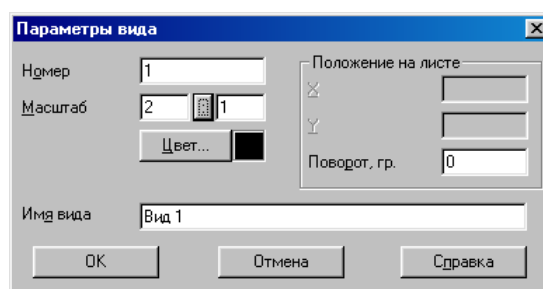

Рис. 76
4. Лист чертежа в Компасе может быть скомпонован из нескольких видов с различным масштабом. При создании нового листа в нем только один системный вид с номером 0 и масштабным коэффициентом 1, который изменить нельзя. Чертеж детали выполним в масштабе 2:1. Для этого создайте новый вид 1 с помощью команды **Компоновка - Создать вид ...** и установите необходимые параметры вида 1, рис. 76.